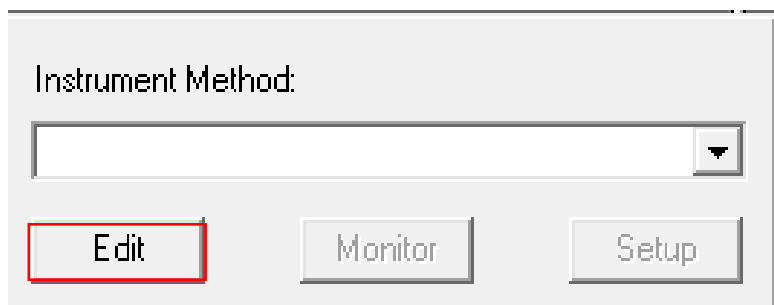
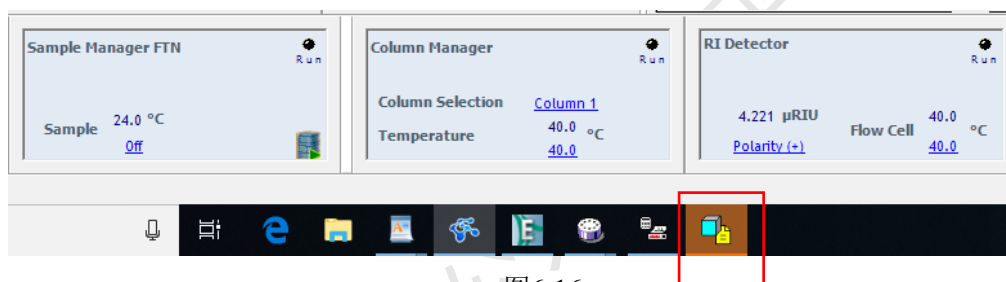

图6-15
图6-16
6.5.5.1. 如图 6-15, 在 Run sample 界面, 找到 Instrument Method 小窗, 双击 Edit。电脑桌面下方出现闪烁的新图标, 如图 6-16, 点击该图标进入 Instrument Method Editor 方法编辑窗口。